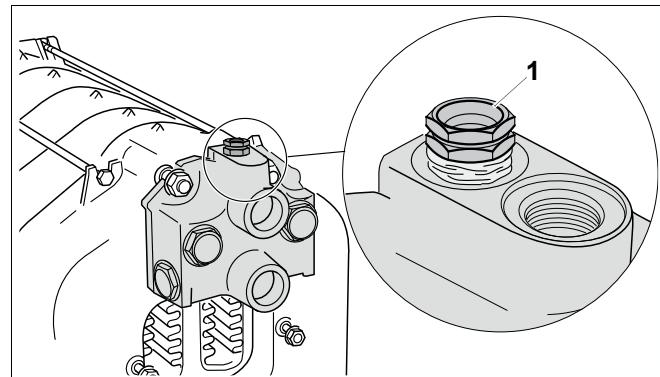

Рис. 23 Установка гильзы для датчиков
- Заглушить подающую и обратную линии (воздушник установить на фитинге Rp ¾ (→ рис. 23)).